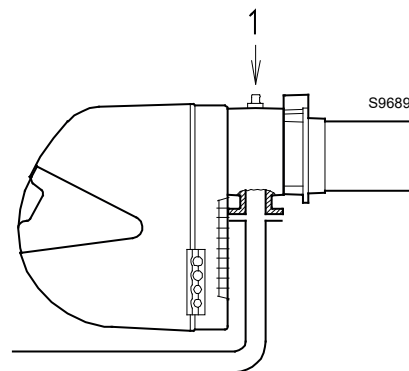

Рис. 21
Давление газа, измеренное на штуцере 1) (Рис. 21), с:
Потеря давления на дроссельном клапане для газа 2) (Рис. 21) с максимальным углом открытия: 90°.
Потеря давления на рампе 3) (Рис. 21), включающей: регулировочный клапан VR, предохранительный клапан VS (оба с максимальным открытием), регулятор давления R, фильтр F.
- вычтите из давления газа на штуцере 1) (Рис. 21) сопротивление в камере сгорания.
Давление газа на штуцере 1) (Рис. 21) = 8,4 мбара
Чтобы узнать давление газа на штуцере 1) (Рис. 21) после нахождения максимальной мощности модуляции, на которой должна работать горелка, выполните следующее:
- Посмотрите справа, в столбце 1, давление на штуцере 1) (Рис. 21).
необходимое давление на штуцере 1) (Рис. 21).